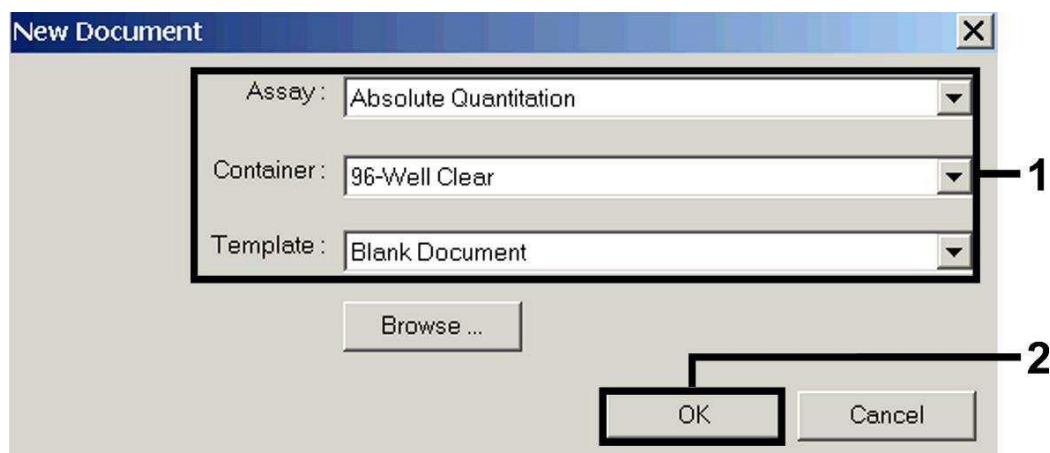

Fig. 3: Forindstillinger ved oprettelsen af en ny PCR-kørsel (New Document).
Vælg på ABI PRISM 7000 SDS menupunktet *New*, som befinder sig under *File*, og indstil for det nye dokument følgende grundindstillinger (se Fig. 3). Et i forvejen gemt template (SDS Template [*.sdt]) findes i *Template*-listen, eller ved hjælp af *Browse*-funktionen (se 8.5.1.5 Arkivering af PCR-kørslen). Bekræft indtastninger (OK).